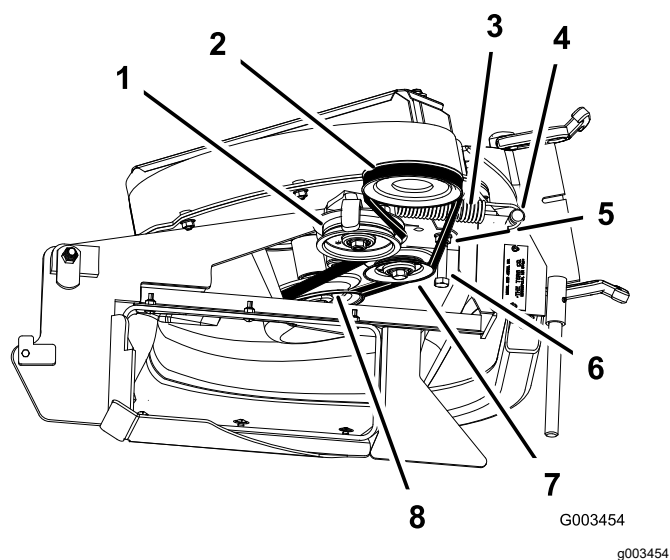

Figura 16
2. En máquinas de 122 cm y 132 cm, afloje el perno-guía de la correa (Figura 16).
3. Instale la correa alrededor de la polea del soplador y de la polea tensora fija (Figura 16).